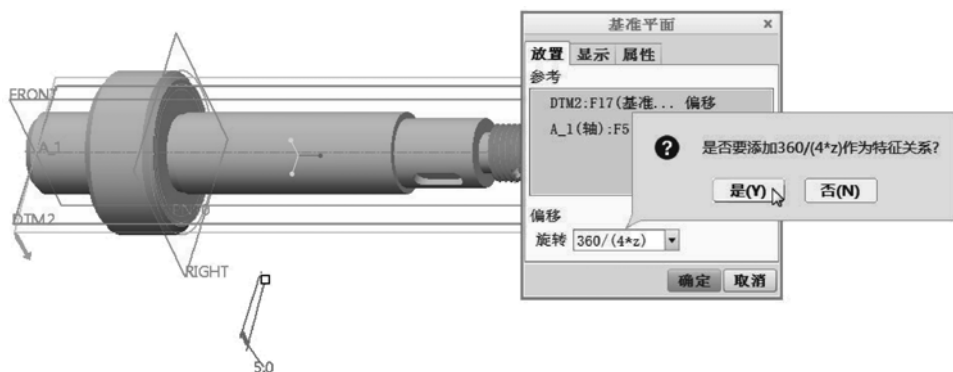

图 13-30 创建基准平面
- 2 确保选中“DTM2 (基准平面)”, 按住〈Ctrl〉键的同时选择轴线 A_1, 接着在“基准平面”对话框的“旋转”框中输入“360/(4*z)”, 按〈Enter〉键后, 系统弹出一个对话框, 如图 13-30 所示, 单击“是”按钮以要添加“360/(4*z)”作为特征关系, 系统开始计算该关系式。